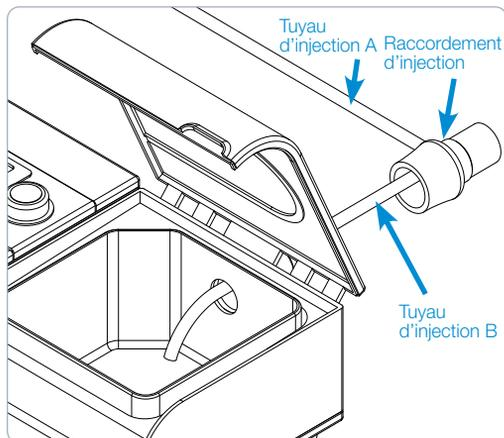

Figure 2. Connecter le raccordement d'injection
1. Positionner le raccordement d'injection sur le port de l'humidificateur (où le tuyau de PPC était connecté) pour permettre au plus petit tuyau d'injection B d'entrer dans le réservoir (figure 2). L'extrémité du tube doit être placée au-dessus de la plaque chauffante.